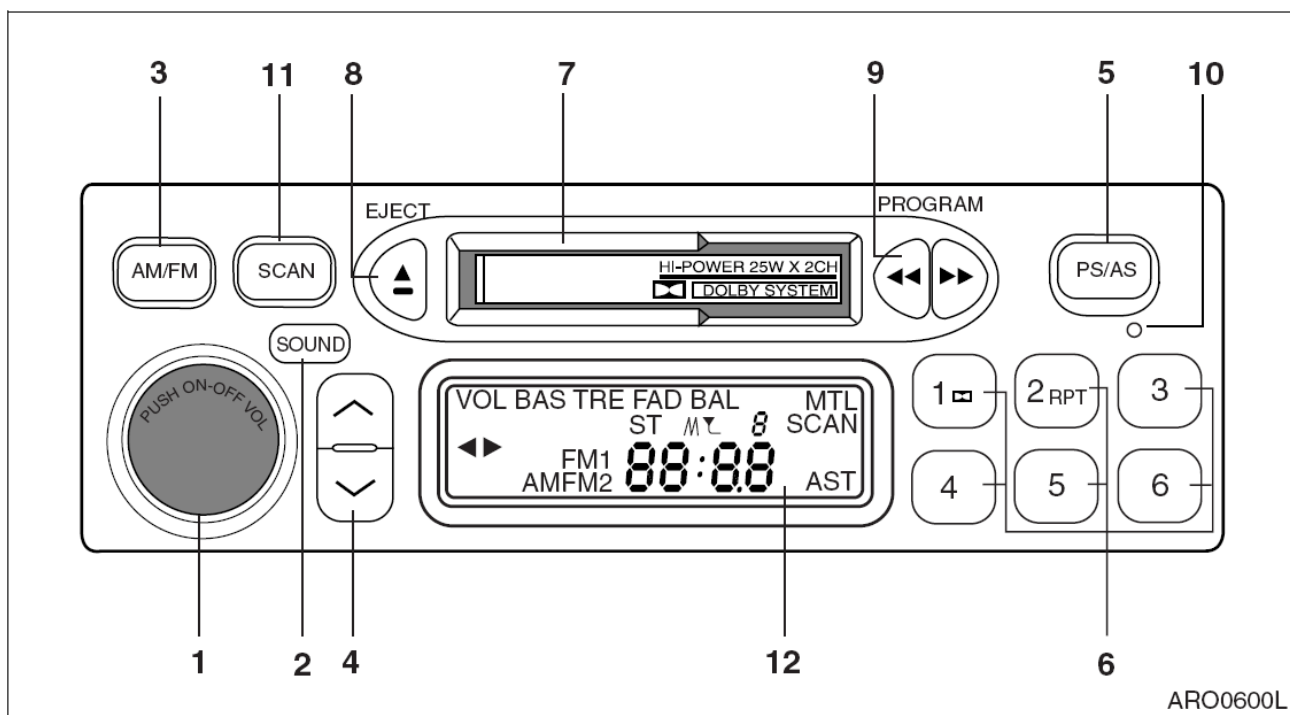

Рис. 87
1. Повернуть ключ стартера во включенное положение (ON).
2. Нажать кнопку вкл./выкл. питания (1, рис. 87).
4. Задать код зоны (использовать кнопку предустановки станций 6, рис. 87).
6. Задать код безопасности "1156" (использовать кнопку предустановки станций 6, рис. 87).
Для быстрого поиска следующей принимаемой станции на более низкой частоте нажать вниз кнопку (4) (9, рис. 87) более 0,5 секунды. Для быстрого поиска следующей принимаемой станции на более высокой частоте нажать вверх кнопку (4) (9, рис. 87) более 0,5 секунды.
Для увеличения или уменьшения частоты нажать кнопку (4) вверх или вниз (9, рис. 87) менее чем на 0,5 секунды. Частота в диапазоне АМ меняется с шагом 9 кГц, частота в диапазоне длинных волн (LW) меняется с шагом 1 кГц, а в диапазоне FM - 50 кГц.
Для быстрой перемотки пленки вперед нажать кнопку быстрой перемотки вперед (9, рис. 87). На ЖКД начнет мигать индикатор направления движения пленки. Когда пленка перематывается до конца, она автоматически изменит направление движения, и начнется воспроизведение записи на другой стороне. Чтобы остановить быструю перемотку, нажать кнопку обратной перемотки (9, рис. 87).
Для обратной перемотки пленки нажать кнопку обратной перемотки (9, рис. 87). На ЖКД начнет мигать индикатор направления движения пленки. Когда пленка полностью перематывается назад, начнется воспроизведение записи на той же стороне. Чтобы остановить обратную перемотку, нажать кнопку перемотки вперед (9, рис. 87).
Для перехода к воспроизведению второй стороны пленки при воспроизведении первой стороны нажать одновременно кнопки перемотки вперед (9, рис. 87) и назад (9, рис. 87).